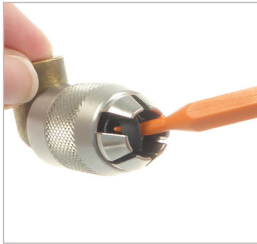

Figure 6
- ▶ Soulevez le joint frontal (n° 7) avec l'extracteur de joint torique WEH® réf. E98-101969 et retirez-le de la gorge (Figure 6).